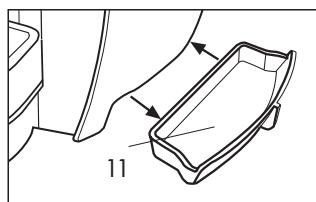

Fig. 19
Nettoyer le bac de récupération batteur (11) en l'extrayant de son logement. Une fois nettoyé, replacer correctement le bac (11) (**Fig. 19**).